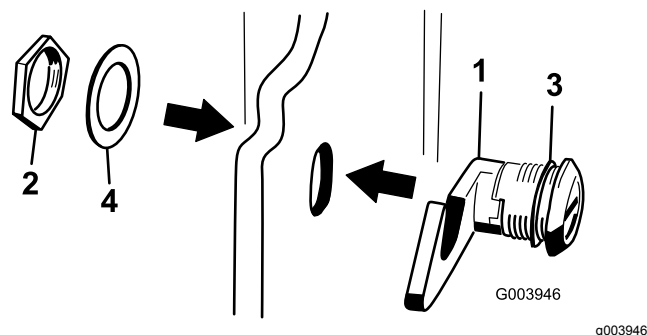

Bild 17
3. Nehmen Sie die Mutter vom Motorhaubenriegel ab (Bild 17).